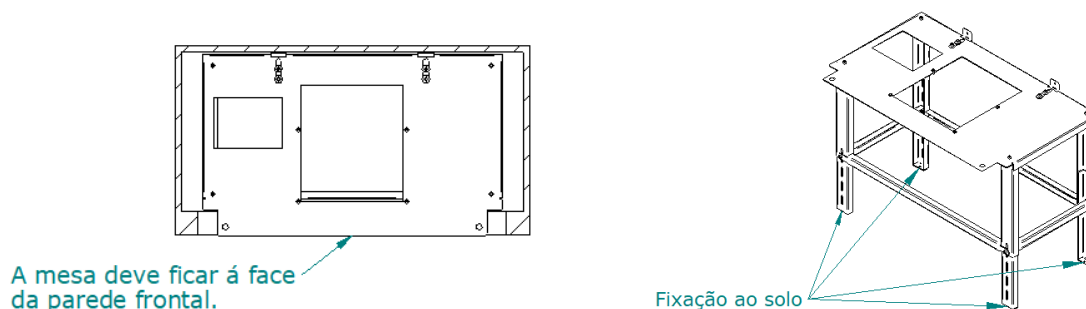

Figura 6 – Montagem mesa auxiliar
- Colocar a mesa auxiliar na sua posição final, lembrar que mesa tem de estar a face da parede frontal, como pode ser verificado na Figura 6. Em seguida, marcar no chão os quatro furos das pernas, de seguida abre-se a furação, deve-se utilizar os meios necessários para a fixação como indicado anteriormente. No fim deve-se fixar a mesa ao chão.